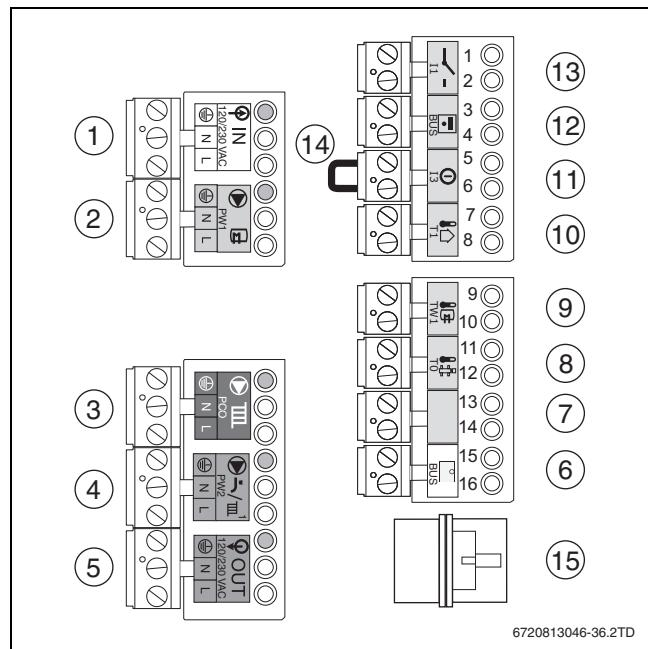

Рис. 24 Клеммные колодки
- Подключите регулятор комнатной температуры вкл/выкл к клемме **I1** (→ рис. 24, [13]) (дополнительное оборудование).
- Подключите регулятор к клеммам **BUS** (→ рис. 24, [6]). Используйте для этого 2-жильный провод сечением 0,4 - 0,75 мм2.
- Удалите перемычку (→ рис. 24, [14]) на клеммах ①.
- Подключите датчик наружной температуры к синим клеммам **T1** (→ рис. 24, [10]).
- Подключите датчик температуры бака-водонагревателя к клеммам **TW1** (→ рис. 24, [9]).
- ▶ Подключите насос отопительного контура к клеммам PCSO (→ рис. 24, [3]).
- ▶ Подключите циркуляционный насос к клеммам PW2 (→ рис. 24, [4]).
- ▶ Подключите загрузочный насос бака-водонагревателя / отдельный 3-ходовой клапан 230 В к клеммам PW1 (→ рис. 24, [2]).
- ▶ Подключите отдельный 3-ходовой клапан к клеммам PW1 (→ рис. 24, [2]).